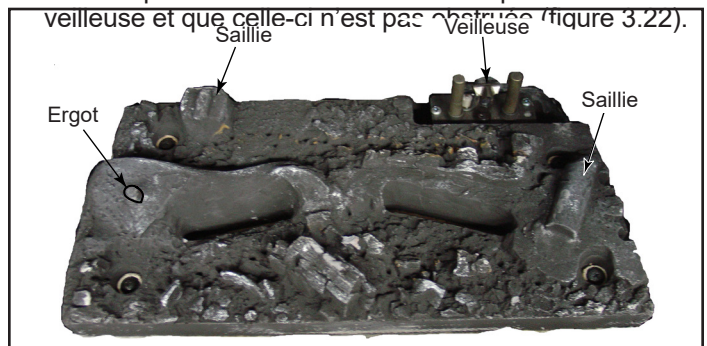
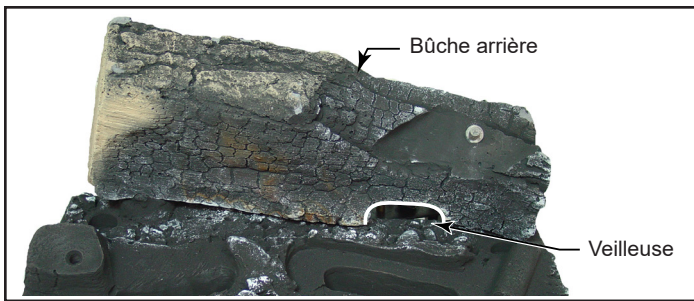

Figure 3.21 – Bûche arrière
Figure 3.22 – Nervures pour les bûches
2. Installez la bûche arrière en faisant correspondre l'encoche située au bas de la bûche et la saillie à l'arrière gauche du lit de braises (figure 3.21). Assurez-vous que la découpe du côté droit de la bûche repose autour de la veilleuse et que celle-ci n'est pas brisée (figure 3.22).